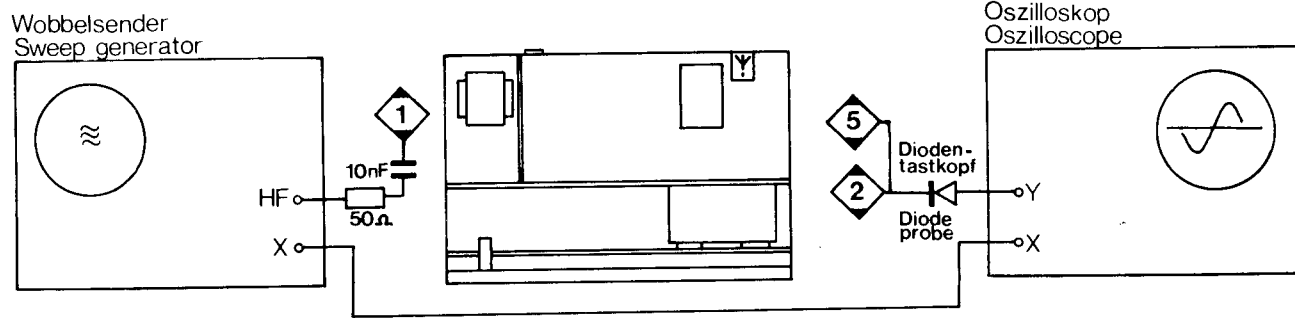

Fig. 2
1. Meßschaltung gemäß Fig. 2 erstellen.
1. Prepare test circuit according to Fig. 2.